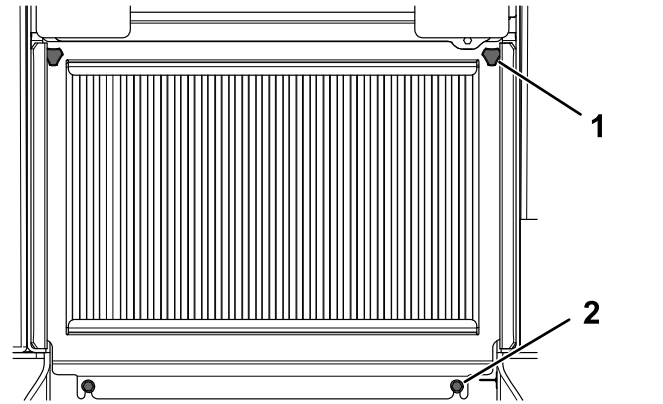

Figure 38
2. Desserrez les 2 boulons qui fixent le bas du panneau de protection (Figure 38).
3. Desserrez les 2 boutons sur le panneau de protection (Figure 38).
1. Bouton (2)
2. Boulon (2)
4. Soulevez le panneau de protection et déposez-le (Figure 38).